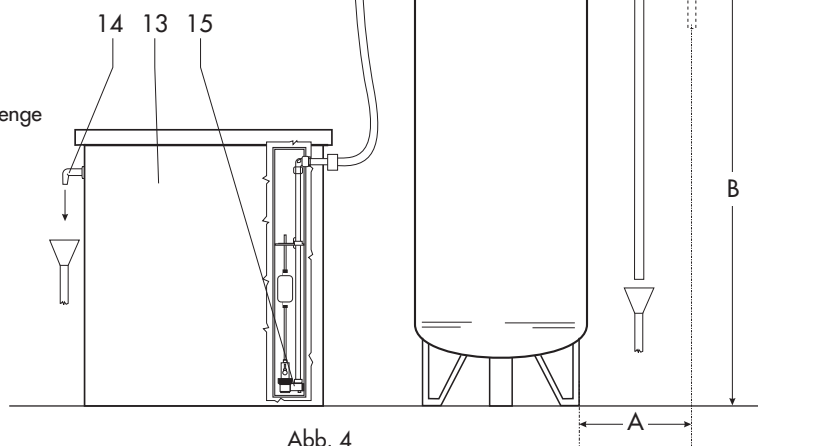

Abb. 4
- Den hydraulischen Anschluß herstellen, wie in Abb. 4 gezeigt, wobei der Zulauf des harten Wassers und der Ablauf des entharteten Wassers gemäß den Pfeilen auf dem Ventil angebracht werden.